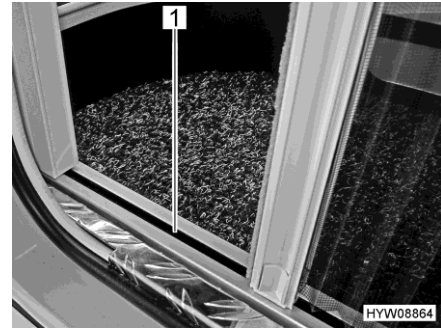

Fig. 58 Moustiquaire (guidage inférieur)
- ▷ Saisir la barre-poignée des deux mains pour fermer et ouvrir. Cela réduit le risque que la moustiquaire se coince dans les guidages (Fig. 58,1).